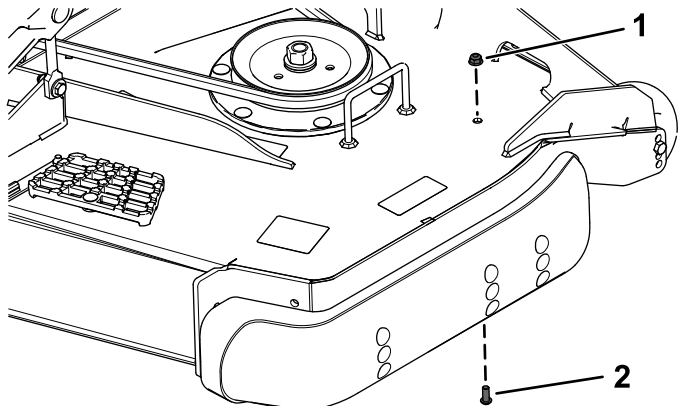

Figura 6
1. Rimuovete il bullone a testa bombata ($\frac{5}{16}$ " x $\frac{3}{4}$ ") e il dado flangiato ($\frac{5}{16}$ ") dal lato sinistro del piatto di taglio del tosaerba (Figura 6).